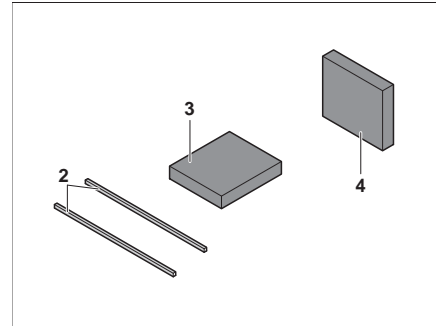

Fig. 114 Coussin supplémentaire
- Placer les coussins supplémentaires (Fig. 114,3) sur la rallonge de la banquette.
- Utiliser les coussins supplémentaires (Fig. 114,4) comme dossier.